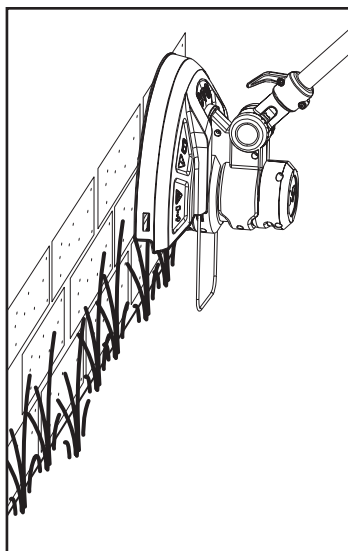

Fig. 20
1. Asegúrese de retirar el protector de cuchilla (11d) y el protector de plantas (13) antes del funcionamiento.
2. Fije la rueda desbrozadora (16) al soporte de desbrozadora (14a).
3. Ajuste el ángulo de la empuñadura principal (1) a 90° o 180° para el bordeado (Fig. 20).